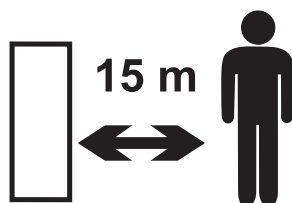

Fig. 1 – Alerta de seguridad, mantenga a las personas apartadas
- Utilice el equipo cuidadosamente y siempre mantenga a las personas y animales apartados del área de uso, Fig. 1, por lo menos a una distancia de 15 metros alrededor del soplador.